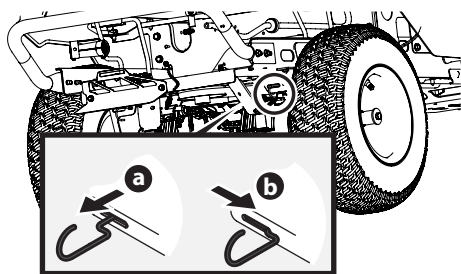
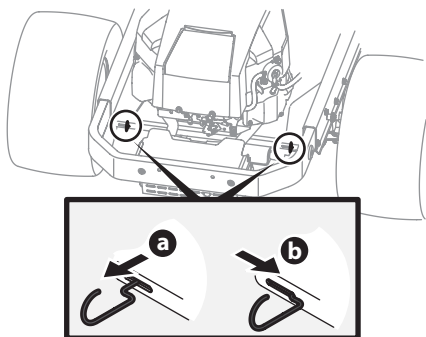

Figure 2-1
Figure 2-2
1. Pour déplacer l'appareil manuellement sans le démarrer, engagez les tiges de dérivation des transmissions qui se trouvent à l'arrière, de chaque côté de l'appareil. Les tiges de dérivation des transmissions sont placées à l'arrière de l'appareil, près du côté intérieur de chaque pneu arrière. Pour engager les tiges de dérivation, tirez sur chaque tige (a) et déplacez-la vers la droite (b) pour la fixer. Pour les modèles dotés d'un plateau de coupe de 34", voir Figure 2-1. Pour tous les autres modèles, voir Figure 2-2.
2. Après avoir déplacé l'appareil, effectuez les étapes dans l'ordre inverse pour désengager les deux tiges de dérivation. Pour les modèles dotés d'un plateau de coupe de 34", voir Figure 2-1. Pour tous les autres modèles, voir Figure 2-2.